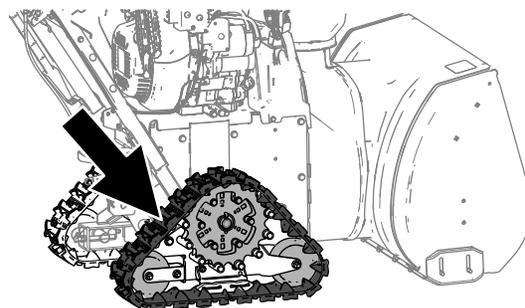

Figura 25
2. Applicate 44 N tra il rullo medio e quello posteriore (Figura 25).